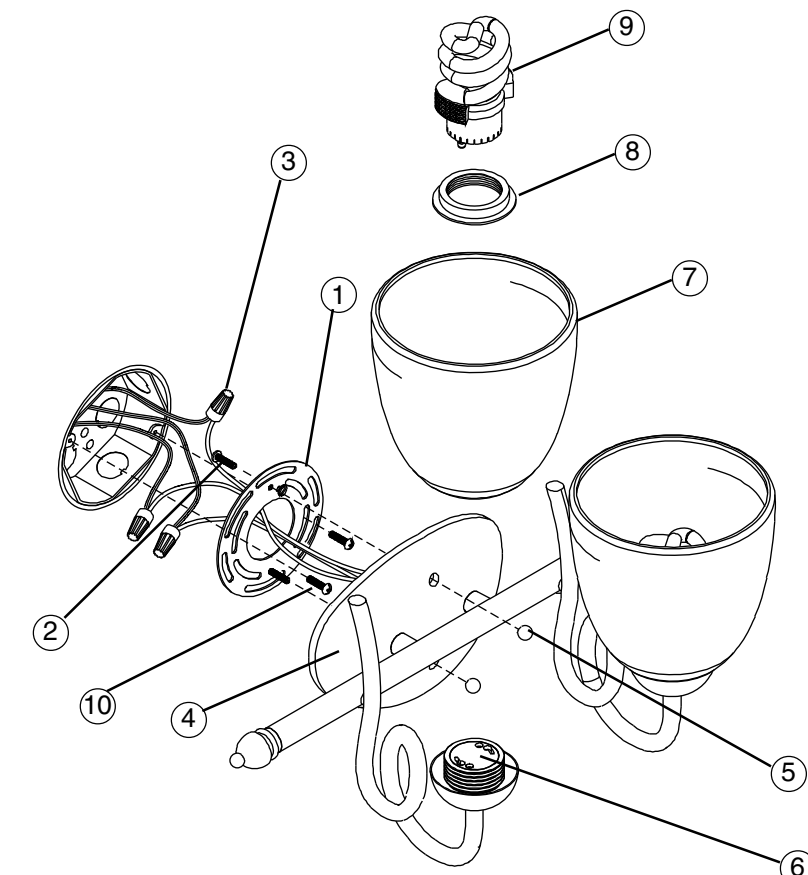

Figure 1
4. **L'alimentation étant coupée, soutenir** solidement l'appareil et raccorder le fil de mise à la terre vert de l'appareil au fil de mise à la terre en cuivre nu de la boîte de jonction à l'aide d'un capuchon de connexion (3). *(Si l'alimentation ne comporte pas un fil de mise à la terre, consulter votre code d'électricité local et suivre les méthodes de mise à la terre conformes.)* **Voir la fig. 1.**
5. **À l'aide de capuchons de connexion (3)**, raccorder le fil noir de l'appareil au fil d'alimentation noir et le fil blanc de l'appareil au fil d'alimentation blanc. **Voir la fig. 1.**
7. **Placer la plaque arrière (4)** sur les vis qui dépassent de la plaque de montage (1) et fixer l'appareil à l'aide des filets (5).
8. **Placer l'abat-jour en verre (7)** sur la douille (6) et revisser la bague de retenue (8). **Voir la fig. 1.**
4. **With the power turned off, hold the fixture firmly and** connect the ground wire from the fixture to the bare copper ground wire from the junction box using a Wirenut (3). *(If house wiring does not include a ground wire, consult your local electrical code for approved grounding methods).* **See Fig. 1.**
5. **Use Wirenuts (3)** to connect black fixture wire to the black power supply wire and white fixture wire to the white power supply wire. **See Fig. 1.**
7. **Position the Backplate (4)** over the Screws protruding from the Mounting Plate (1) and secure fixture with Finials (5).
8. **To Install Glass Shade (7)**, unscrew Lock Ring (8) from the Socket (6). Place Glass Shade (7) over the Socket (6) and reinstall the Lock Ring (8). **See Fig. 1.**
5. **Use Capuchones de Alambres (3)** para conectar el alambre negro del luminario al alambre negro de suministro de electricidad y el alambre blanco del luminario al alambre blanco de suministro de electricidad. **Vea Fig. 1.**
7. **Coloque la Placa Trasera (4)** sobre los tornillos que sobresalen de la parte curvada de la Placa de Montaje (1) y asegure el luminario con Finials (5).
8. **Para Instalar la Pantallas de Cristal (7)**, desenrosque el Anillo de Cierre (8) del Enchufe (6). Coloque la Pantalla de Cristal (7) sobre el Enchufe (6) e instale de nuevo el Anillo de Cierre (8). **Vea Fig. 1.**